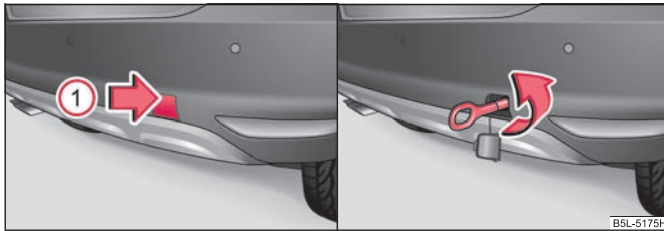

Fig. 183 Bara de protecție din spate: Demontarea capacului / Montarea inelului de tractare
- Apăsați pe jumătatea superioară a capacului în sensul indicat de săgeata ① ⇒ fig. 183.
- Scoateți capacul din bara de protecție spate ⇒ fig. 183 - stânga.
- Însurubați cârligul de tractare spre stânga până la limită ⇒ fig. 183 - dreapta și strângeți-l cât de mult posibil. Pentru strângere, vă recomandăm de exemplu să utilizați cheia de roți*, inelul de ancorare al unui alt autovehicul sau un alt obiect asemănător, pe care să îl puteți introduce în cârlig.